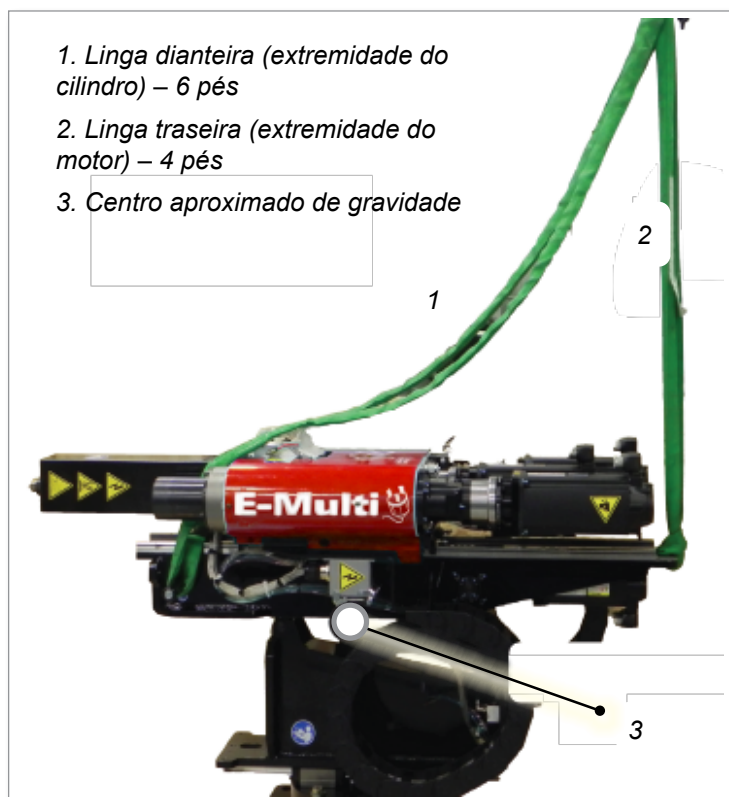
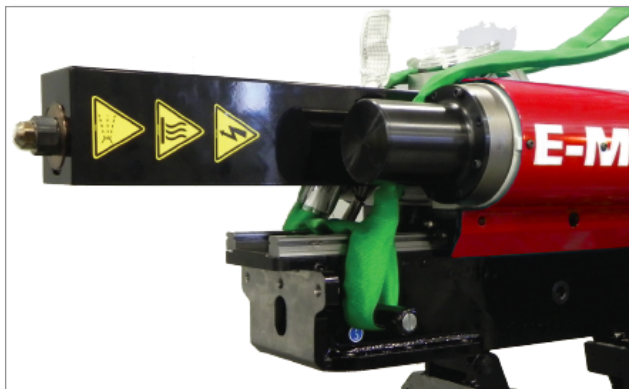
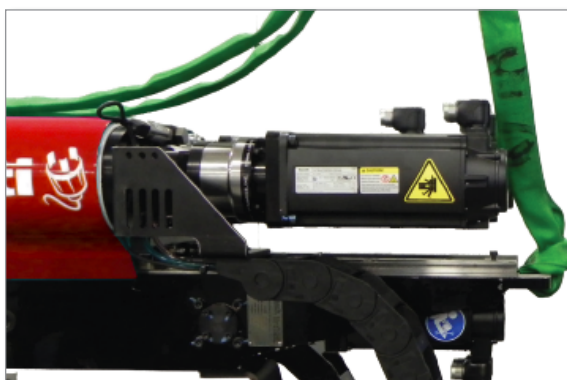

Figura 12-2 Posições da luga da barra vertical do E-Multi Radial (na orientação horizontal) e a localização aproximada do centro de gravidade.
Figura 12-3 Fixação da linga dianteira
Figura 12-4 Fixação da linga traseira
3. Fixe as lingas à unidade conforme ilustrado na Figura 12-2, Figura 12-3 e Figura 12-4. Utilize as lingas fornecidas na caixa. Tenha em consideração o ponto aproximado do centro de gravidade.